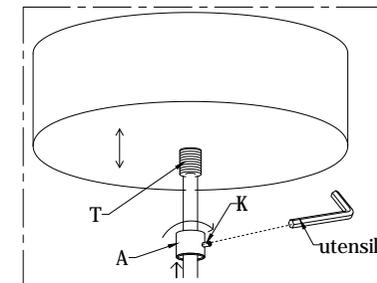

Fig. 3
- Appoggiare il rosone al soffitto. A posizionamento effettuato avvitare con cura il particolare (A) alla tige (T). (fig3)
- Avvitare il grano di sicurezza (K). (Fig.3)
- Place the canopy in the ceiling. Screw with care the particular (A) To the pin (T) (fig.3)
- Screw the safety screw (K). (Fig.3)